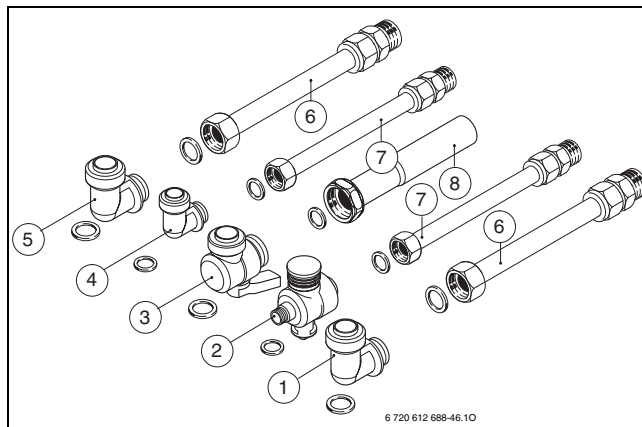

Fig. 10 Accessorio raccordi di collegamento nr. 1151
**Legenda di fig. 10:**
- ▶ Utilizzare quindi i tappi di chiusura, accessorio 7709000227, per ostruire i 2 raccordi (fig. 9 pos. 3 e 5 e fig. 10 pos. 2 e 4) a corredo della placca rubinetteria o del kit raccordi..